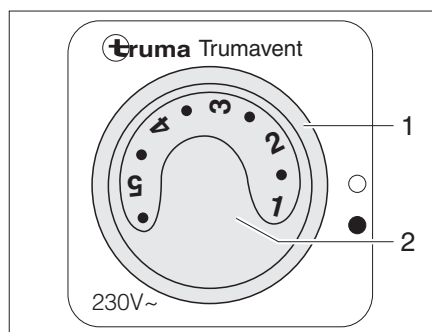

Fig. 112 Conmutador de mando para ventilador de circulación de aire (230 V)
- Poner el interruptor giratorio (Fig. 112,1) en "●".
- Ajustar la potencia deseada del ventilador de circulación de aire con el botón giratorio (Fig. 112,2).
- Poner el interruptor giratorio (Fig. 112,1) en "○".